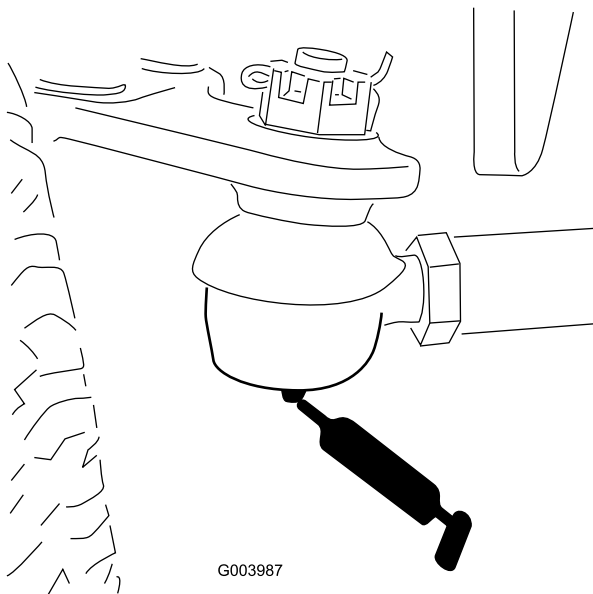

Bild 54
- Drehbüchsen der Hinterachse (2) (Bild 54)